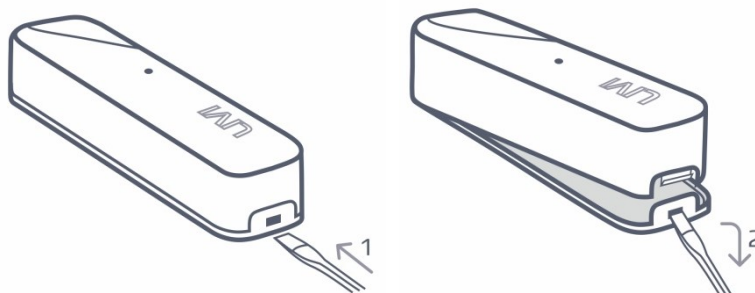

Рисунок 6.2 – Снятие крышки датчика открытия
- Снимите крышку датчика: вставьте плоскую отвертку в паз под углом. Используя инструмент как рычаг, аккуратно подденьте язычок защелки – крышка отщелкнется без усилий (см. рисунок 6.2).
Для подключения геркона/ШС снимите крышку основного элемента датчика (см. рисунок 6.2) и подключите провода к клемме, расположенной над батарейным отсеком, как показано на схеме слева.
1. Снимите крышку с основного элемента датчика (см. рисунок 6.2) и закрепите крышку в выбранном месте с помощью самонарезающих винтов так, чтобы скошенный участок располагался у края двери/окна.